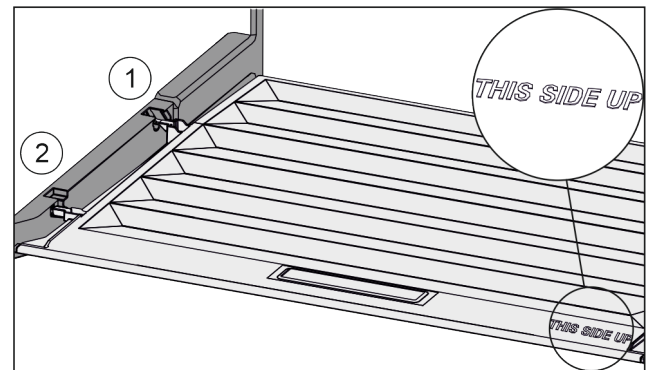

Fig. 59
- ▶ Deckelstege über Öffnung der hinteren Halterung Fig. 59 (1) einführen und vorne in Halterung Fig. 59 (2) einrasten.